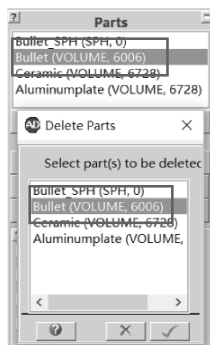
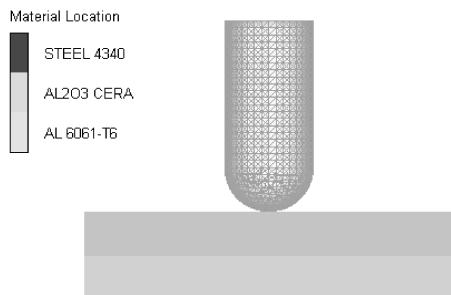

图 6-26 删除 Part
图 6-27 结果显示
(3) 删除 Explicit Dynamics 中创建的子弹体：选择【Bullet (VOLUME, 6006)】→【Delete】，弹出来如图 6-26 所示的对话框，选择【Bullet (VOLUME, 6006)】单击 ☒ 确定，弹出【Confirm】确认信息，单击【是】，结果如图 6-27 所示。